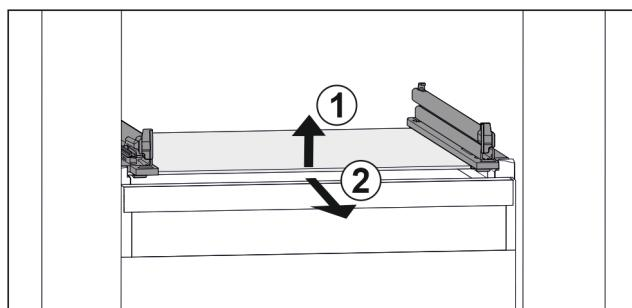

Fig. 131 Примерно изображение на стъклената плоча
- ▶ Повдигнете стъклената плоча отпред. Fig. 131 (1)
- ▶ Извадете стъклената плоча напред. Fig. 131 (2)